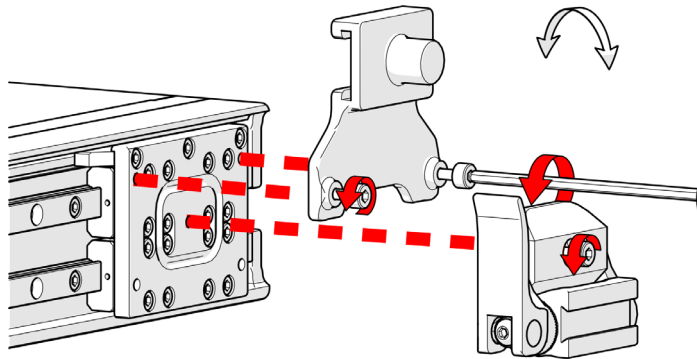

**Figure 2-46 Retrait de la base magnétique**
4. Retirez la base magnétique de la tige d'indexation motorisée (voir la Figure 2-46 à la page 80).